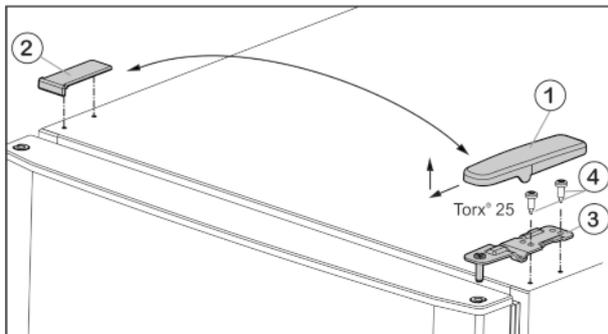

Fig. 4
- ▶ Estrarre la copertura Fig. 4 (1) tirandola in avanti e verso l'alto.
- ▶ Staccare la copertura Fig. 4 (2).
- ▶ Svitare il blocco di supporto superiore Fig. 4 (3) (2 x Torx® 25) Fig. 4 (4) ed estrarre tirando verso l'alto.
- ▶ Inserire il blocco di supporto superiore Fig. 4 (3) sul nuovo lato della cerniera nella porta.
- ▶ Avvitare il cuscinetto di supporto superiore **saldamente (con 4 Nm)** (2 giri con chiave Torx® 25) Fig. 4 (4). Eventualmente utilizzare un avvitatore a batteria.
- ▶ Applicare il coperchio Fig. 4 (1) sul lato opposto dall'esterno e bloccarlo.
- ▶ Applicare il coperchio Fig. 4 (2) sul lato opposto dall'alto e bloccarlo.